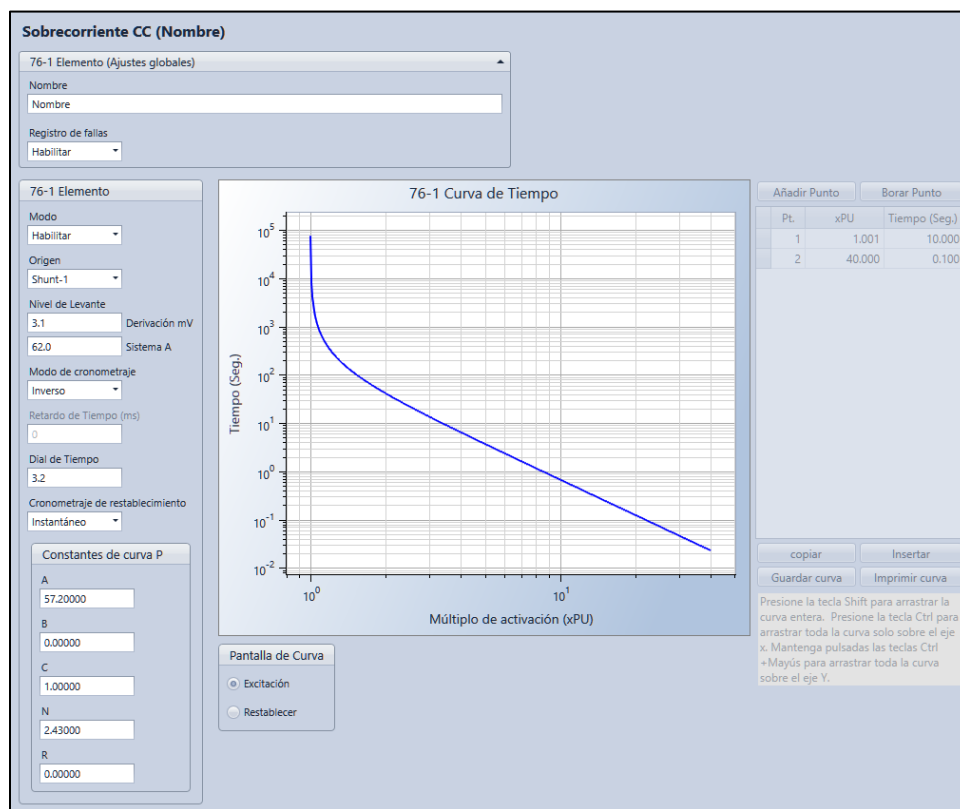

Figura 34-2. Pantalla de ajustes de Sobrecorriente CC
Los ajustes operativos del elemento sobrecorriente inversa se configuran en la pantalla de ajustes Sobrecorriente CC (76) (Figura 34-2) en BESTCOMSPlus.